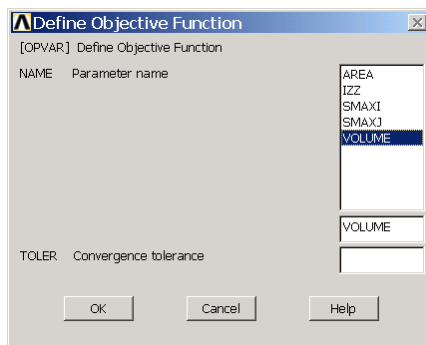

图12.13 定义目标函数
(7) 单击 Main Menu>Design Opt>Objective 菜单，弹出如图 12.13 所示的【Define Objective Function】对话框。在【Parameter name】列表框中选择【VOLUME】，然后单击【OK】按钮，完成目标函数的定义。